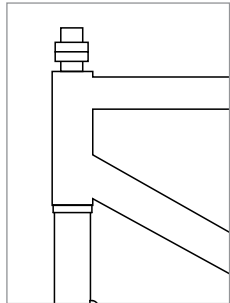

Abbildung 3
6. Setzen Sie ein oder mehrere Distanzstücke in den Gabelschaft ein (Abb. 3).